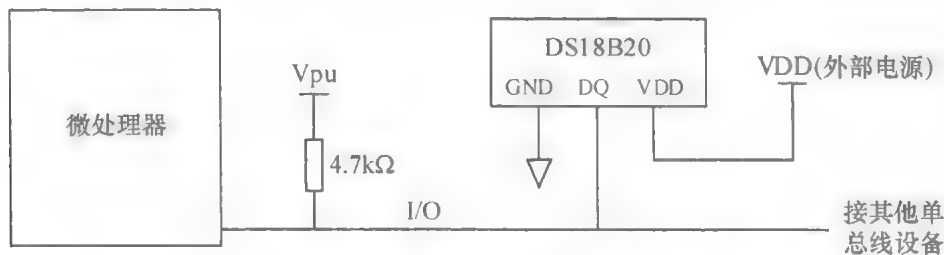

图 14.3 外部电源供电
(2) 外部电源供电方式，这是我们最常用的一种供电方式。DS18B20 工作电源由 VDD 引脚接入，这样就不存在电源供电不足的问题，从而保证温度的转换精度，同时在总线上可以挂接多个 DS18B20 传感器，组成多点测温系统。其电路连接如图 14.3 所示。